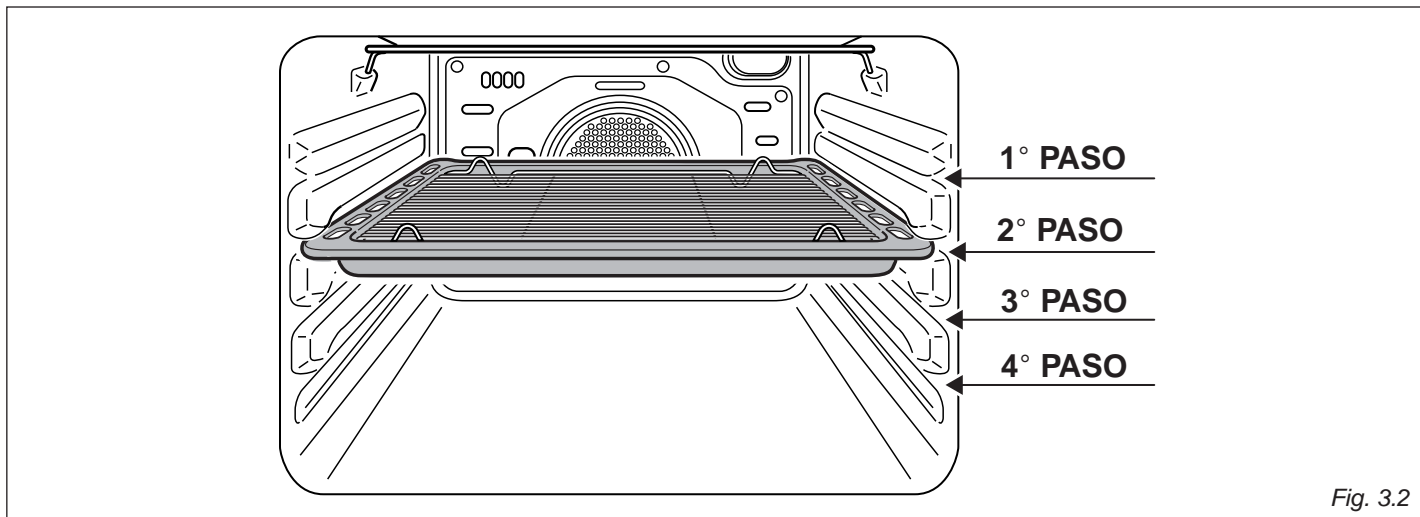
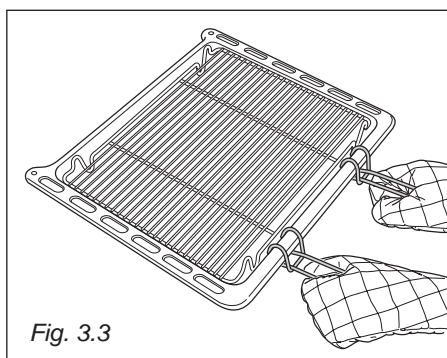

Fig. 3.2
Fig. 3.3
- Introduzca la bandeja recoge grasa (bandeja + parrilla) en el horno (fig. 3.3) y póngala en el primer o segundo nivel empezando por arriba (fig. 3.2).
Importante: Use siempre agarradores especiales suministrados con el aparato para meter/sacar la bandeja recoge grasa del horno (fig. 3.3, 3.4, 3.5).